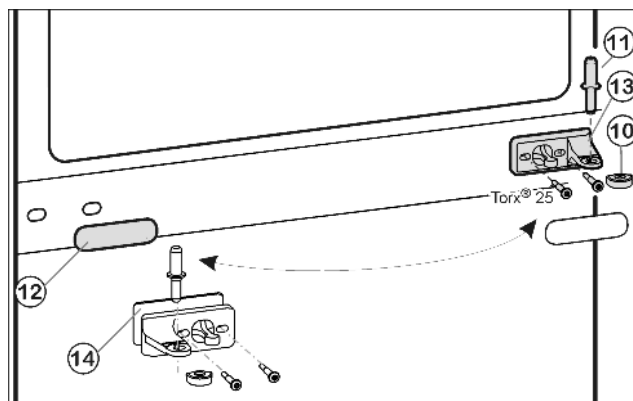
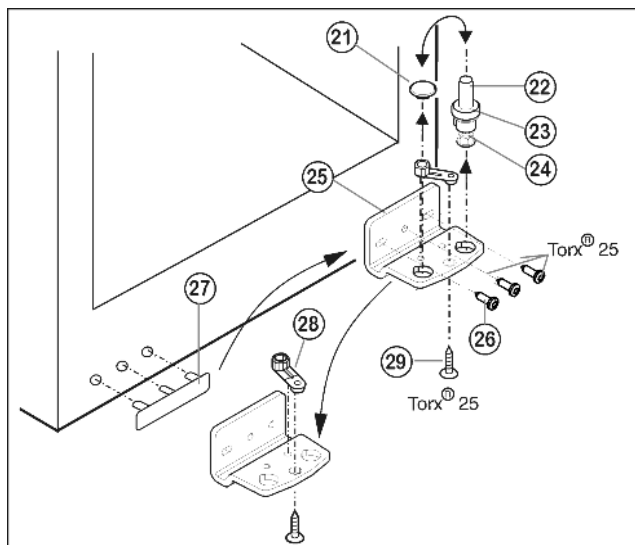

Fig. 9
Fig. 10
- ▶ Wyjąć środkowy sworzень zawiasu Fig. 9 (11) z płytki zawiasu i dolnych drzwi.
- ▶ Wyjąć zaślepkę z tworzywa sztucznego Fig. 9 (10).
- ▶ Odkręcić środkową płytkę zawiasu Fig. 9 (13) (2 razy Torx® 25).
- ▶ Ostrożnie zdjąć osłonę Fig. 9 (12).
- ▶ Środkową płytkę zawiasu Fig. 9 (13) z podkładką Fig. 9 (14) obrócić o 180° przykręcić mocno na nowej stronie zawiasu (z siłą 4 Nm).
- ▶ Założyć zaślepkę Fig. 9 (12) obrócić o 180° po nowej stronie uchwyty.
- ▶ Trzpień zawiasu Fig. 10 (22) kompletny, z podkładką Fig. 10 (23) i nóżką Fig. 10 (24), wyciągnąć do góry.
- ▶ Unieść zatyczki Fig. 10 (21).
- ▶ Odkręcić Fig. 10 (25) płytkę zawiasu Fig. 10 (26).
- ▶ Odkręcić element zawiasu Fig. 10 (28) Fig. 10 (29), przełożyć do przeciwległego otworu zawiasu i tam dokręcić.
- ▶ Zdjąć i przełożyć osłonkę po stronie uchwyty Fig. 10 (27) na przeciwległą stronę.
- ▶ Przykręcić mocnopłytkę zawiasu Fig. 10 (25) na nowej stronie (z siłą 4 Nm), w razie potrzeby za pomocą wkrętarki akumulatorowej.
- ▶ Zatyczki Fig. 10 (21) ponownie włożyć do innego otworu.
- ▶ Trzpień zawiasu Fig. 10 (22) kompletny, z podkładką i nóżką włożyć ponownie. Przy tym zwrócić uwagę, by krzywka zatrzaskowa wskazywała do tyłu.
- ▶ Założyć dolne drzwi od góry na dolny sworzeń zawiasu Fig. 10 (22).
- ▶ Ponownie założyć zaślepkę z tworzywa sztucznego Fig. 9 (10) na środkową płytkę zawiasu Fig. 9 (13).
- ▶ Po nowej stronie zawiasu przełożyć środkowy sworzeń zawiasu Fig. 9 (11) przez środkową płytkę zawiasu Fig. 9 (13), wkładając go w dolne drzwi.
- ▶ Założyć górne drzwi na środkowy sworzeń zawiasu Fig. 9 (11).
- ▶ Korzystając ew. z obu podłużnych otworów w dolnej płytce zawiasu Fig. 10 (25) i środkowej płytce zawiasu Fig. 9 (13) ustawić drzwi w jednej linii z obudową urządzenia. W tym celu wykręcić środkową śrubę z płytki zawiasu u dołu Fig. 10 (25).